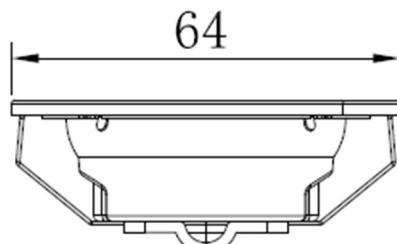

Рис.3
4. Нажмите на пружину, после чего можно снять блок лампы (рис.3).